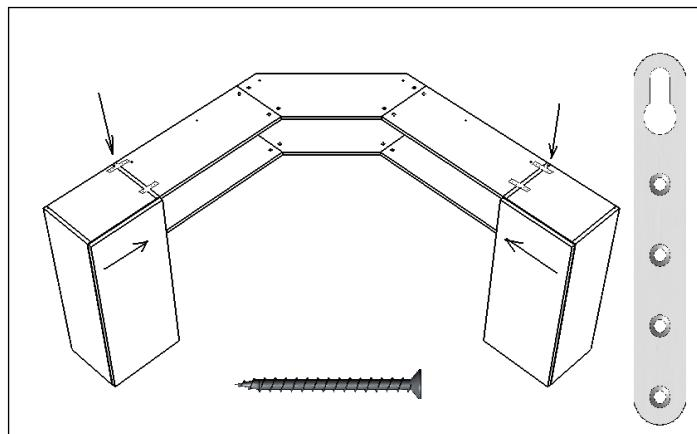

Рис. 33
- в торцевые отверстия деталей (2) и (3) вставить эксцентриковые стяжки (4) и, поочередно зажимая эксцентрики, плотно стянуть детали;
- к полученным собранным элементам с помощью евростяжек 7x50 (6) присоединить детали (5) и (7);
- дополнительно полка крепится к соседним шкафам (Рис. 33):